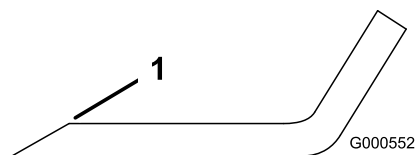

Figura 83
1. Utilize uma lima para afiar aresta de corte em ambas as extremidades da lâmina (Figura 83).
Nota: Se lâmina não estiver equilibrada, lime algum metal da extremidade da aba apenas (Figura 83).